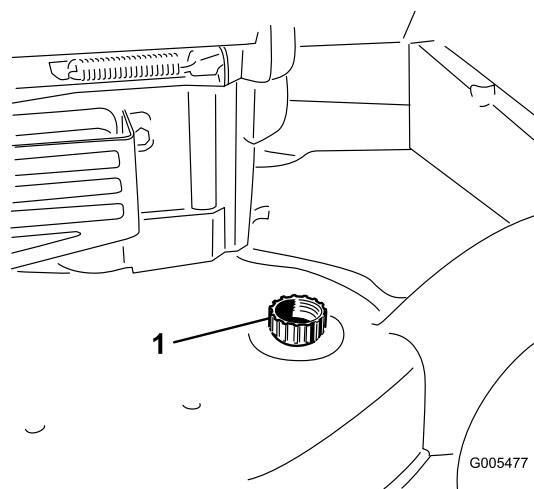

Figura 34
4. Conecte una manguera de jardín que esté conectada a un grifo al orificio de lavado (Figura 34).